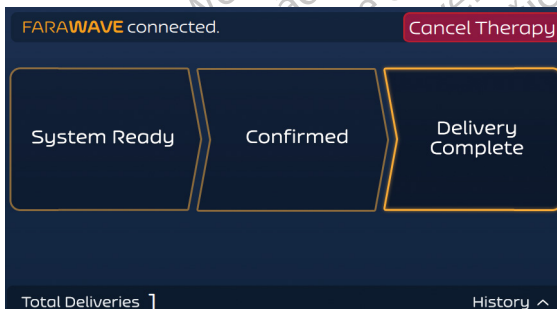

Figura 12. Pantalla de terapia – Modo asíncrono – Administración completa
- Cuando se completa la administración correctamente, el Generador PFA FARASTAR incrementa el contador Total Deliveries (Total de administraciones), y también registra el evento en la pantalla History "Historial". Consulte la Figura 12.